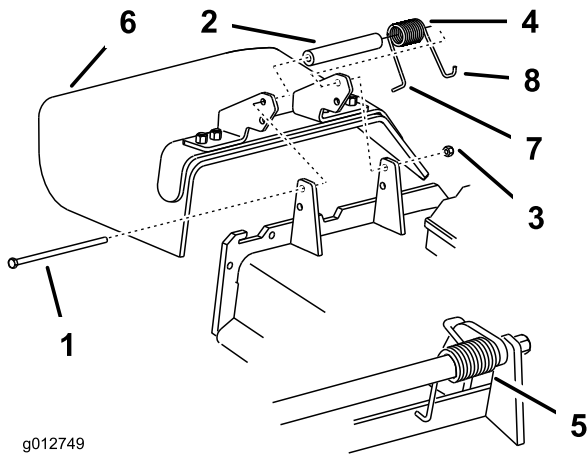

図 90
1. デフレクタをピボット・ブラケットに固定しているロックナット、ボルト、スプリング、スペーサを外す（図 90）。デフレクタを取り外す。
**注** ボルトを取り付ける前に、スプリングの L 字形フックが、図 90 のようにデッキのエッジの後ろに取り付けられていることを確認してください。
3. ボルトとナットを取り付ける。スプリングの右側の J 字形フックを、デフレクタに引っ掛ける (図 90)。